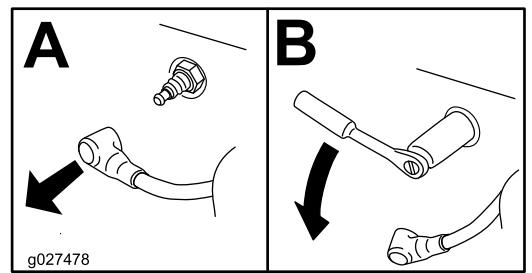

Bild 39
4. Nehmen Sie die Zündkerze heraus, wie in Bild 39 abgebildet.